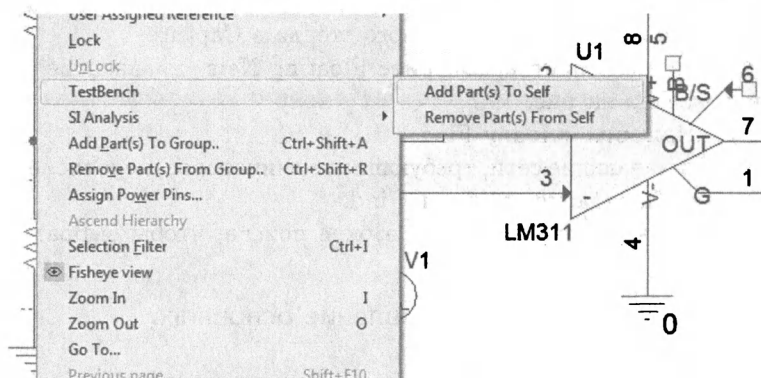

Рис. 19.5. Активизация компонентов из испытательного стенда
2. Щелкните правой кнопкой мыши и выберите TestBench> Add Part(s) To Self (рис. 19.5).